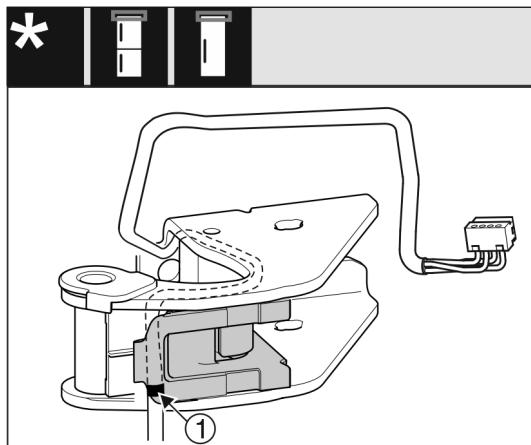

Fig. 19
- ▷ Sredinska oznaka naj bo ob tem na robu držala kabla Fig. 19 (1).